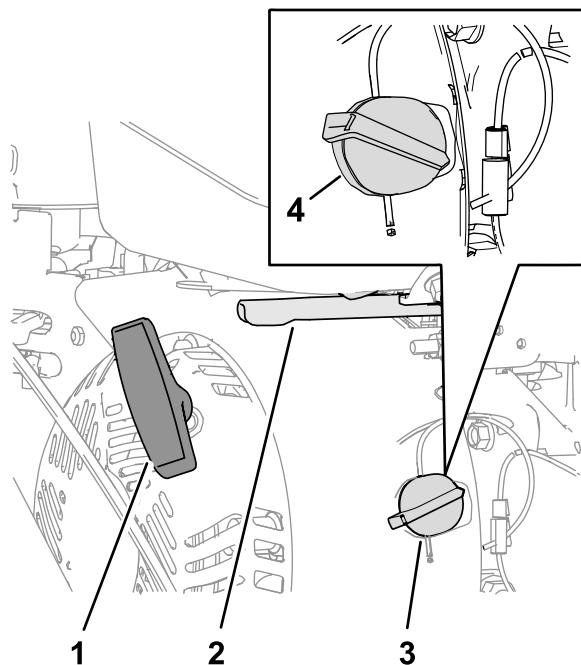

Figura 12
1. Sul lato destro del motore, ruotate l'interruttore On/Off del motore in senso orario in posizione ON (Figura 12).
3. Posizionate l'acceleratore a metà tra le posizioni SLOW e FAST situate sul lato posteriore destro del motore (Figura 12).
4. Tirate lentamente la stegola di avviamento a strappo fino ad avvertire una certa resistenza, poi fermatevi (Figura 12).
2. Posizionate l'acceleratore a metà tra le posizioni SLOW e FAST (Figura 12).
- motore in posizione OFF per spegnere il motore (Figura 12).